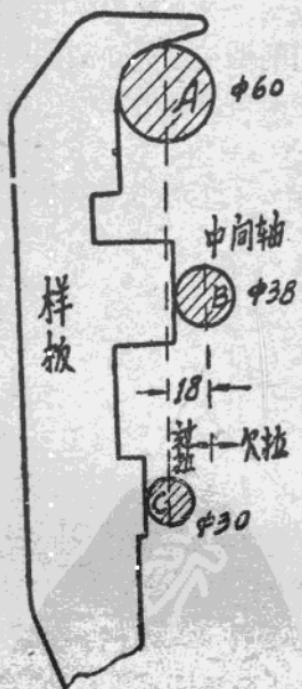

图 7
(2) 工具：成套死搬子，游标尺，鋼板尺，大木尺，木梯子，調整用信号灯箱，229/36 伏小变压器，成盒套搬子，毛刷，样板（按設備說明書中样板制作图纸制造，参考图7）。
(3) 材料：汽油，电木漆，橡皮胶（抗油橡胶溶于航空汽油中）。
25. 用千斤頂把油开关合閘。待操作箱內合閘机构的橫軸緊密地被支撑卡鉤頂住时（千斤頂使开关合閘后，把他反向退回几扣使橫軸压在支撑卡鉤上），用特制样板（如图 7